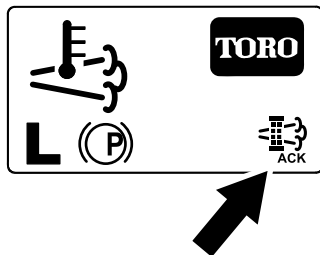

Figura 55
8. El InfoCenter muestra la página de inicio y el icono de reconocimiento de regeneración (Figura 55) aparece en la esquina inferior derecha de la pantalla mientras se procesa la regeneración.